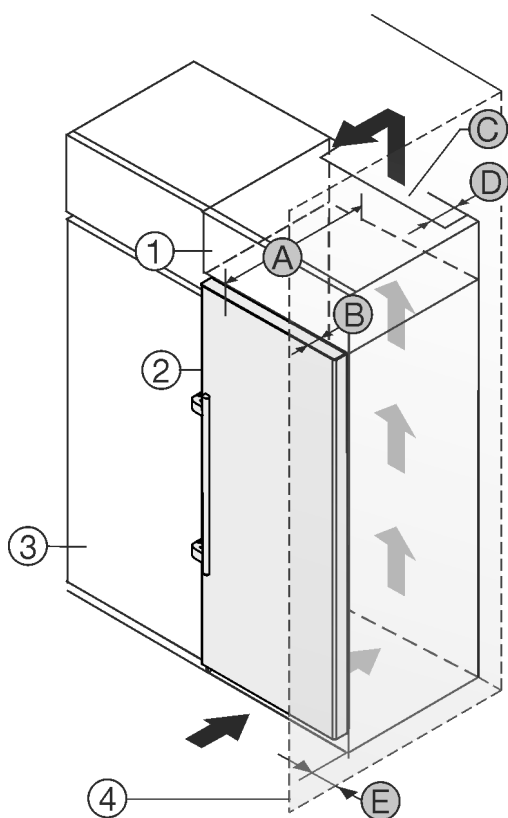

Fig. 1
(1) 附加柜 (2) 冰箱 (3) 门深度 (4) 通风横截面 (A) 冰箱深度 (B) 门深度 (C) 通风横截面 (D) 冰箱背面间距 (E) 到冰箱侧面的间距
- (3) 餐具柜
- (4) 墙壁
- (A) 冰箱深度
- (D) 冰箱背面间距
- (E) 到冰箱侧面的间距
您可以将冰箱直接放置在餐具柜 Fig. 1 (3) 旁边。
在附加柜背面必须有一个竖风道，其深度 Fig. 1 (D) 应超过整个附加柜宽度。
盖板下必须保有通风横截面 Fig. 1 (C)。
如果将带铰链的冰箱放置在墙壁 Fig. 1 (4) 边，冰箱和墙壁必须至少相距 57 mm。这取决于冰箱门打开时把手与墙壁的距离。
为了能完全打开门，冰箱必须凸出橱柜正面一定门深度 Fig. 1 (B)。根据餐具柜 Fig. 1 (3) 的深度，使用壁距调整垫片可以使冰箱更为凸出。